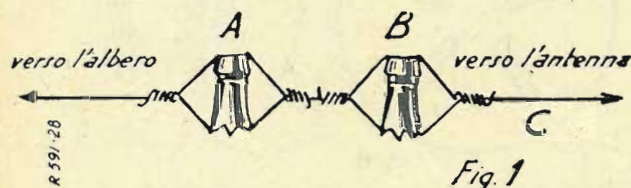

Fig. 1
Sono i miei isolatori, che serviranno altrettanto bene quanto quelli dell'elettricista (fig. 1).
di bottiglia e lo fisso. Taglio ancora circa m. 1.50 di filo e lo raddoppio; attacco uno dei capi al primo isolatore (A, fig. 1); al secondo isolatore (B) presso l'altro capo e l'estremità C del mio rotolo. Qui comincia l'antenna. Bisogna fare questa faccenda con cura e stare attenti, specialmente, che i fili non si tocchino nell'interno del collo.